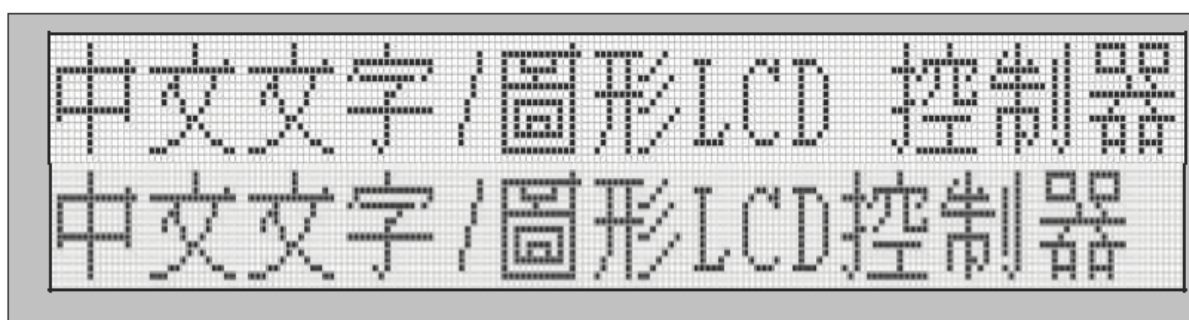

图5-4：中英文不对齐
**中英文不对齐：** 设定REG[10h] bit6 —》1，写入一次“中文文字/图形LCD控制器”，再设定REG[10h] bit6 —》0，写入一次“中文文字/图形LCD控制器”，显示如图5-4：